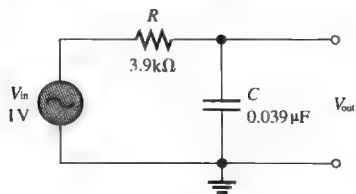
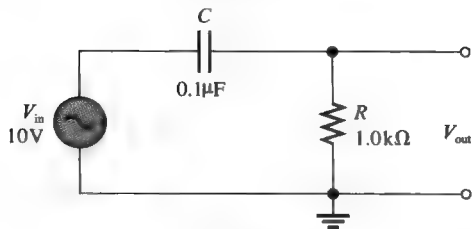

图 10-67
图 10-68
12. 对于图 10-67 中的滞后电路, 求下列频率时输入电压与输出电压之间的相位滞后。
13. 对图 10-68 中的超前电路, 重复第 12 题。
31. 图 10-67 中的滞后电路也是一个低通滤波器, 通过标绘频率从 0Hz 开始步进 1kHz 到 10kHz 输出电压的变化, 画出电路的响应曲线。
32. 画出图 10-68 中电路的频率响应曲线, 频率范围从 0Hz 到 10kHz , 步进 1kHz 。
33. 画出图 10-67 和图 10-68 中每个电路的电压相量图, 频率为 5kHz , V_{in} 的有效值为 1V 。
35. 求图 10-67 和图 10-68 中每个电路的截止频率。
36. 求图 10-68 中电路的带宽。